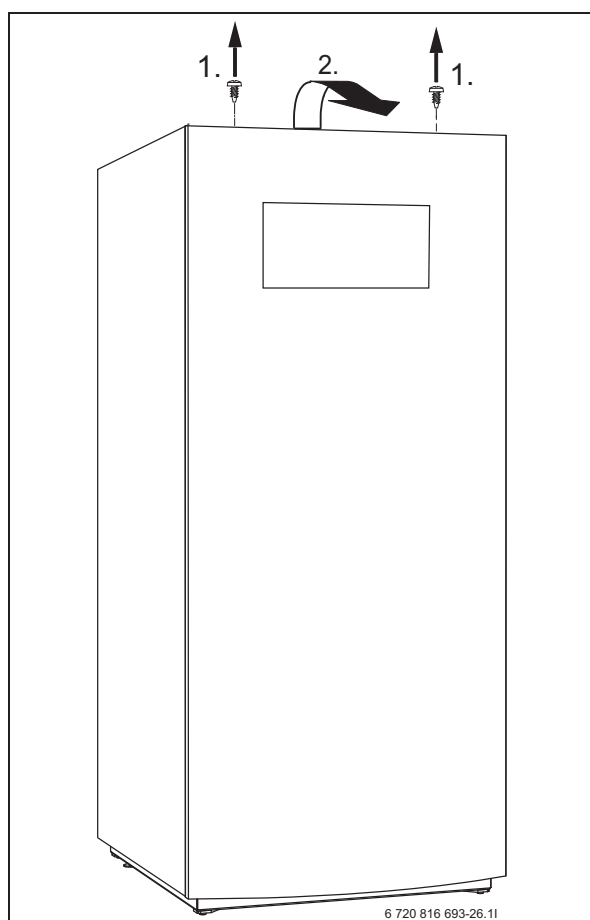

Bild 10 Demontering av fronplåt
- ▶ Skruva loss skruvarna, luta frontplåten utåt och lyft bort den (→ bild 10).